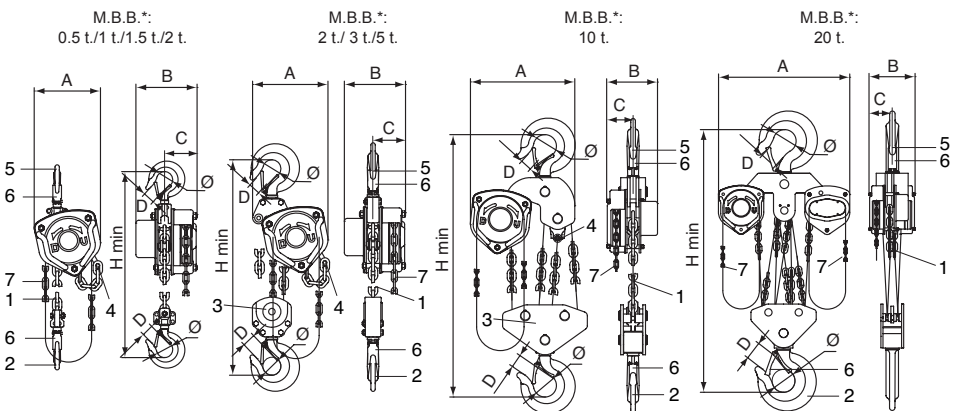

Fig. 1
Tralift™ taljen leveres med en løftkæde (nr. 1, fig. 1) og en manøvreringskæde (nr. 7, fig. 1) kompatibel med en standard løftehøjde på 3 m.
Løftkæden består af en eller flere strenge (se §2 Tekniske specifikationer) med en løftekrog for enden ved lasten (nr. 2, fig. 1) og ved den anden ende (for enden af den slappe streng) er løftkæden fastgjort ved et nederste endestop (nr. 4, fig. 1) som igen er fastgjort til apparatet.
3. Kontroller at krogene (nr. 2, fig. 1) og sikkerhedspalerne er i god stand (nr. 6, fig. 1).
4. Kontroller, at løftekædens ende ved den slappe streng er sat fast på apparatets nederste endestop (nr. 4, fig. 1).
1. Kontroller, at Tralift™ taljen er hængt korrekt op i krogen (nr.5, fig.1) og at sikkerhedspalen (rep.6, fig.1) er lukket korrekt (se figur 2 og 3).